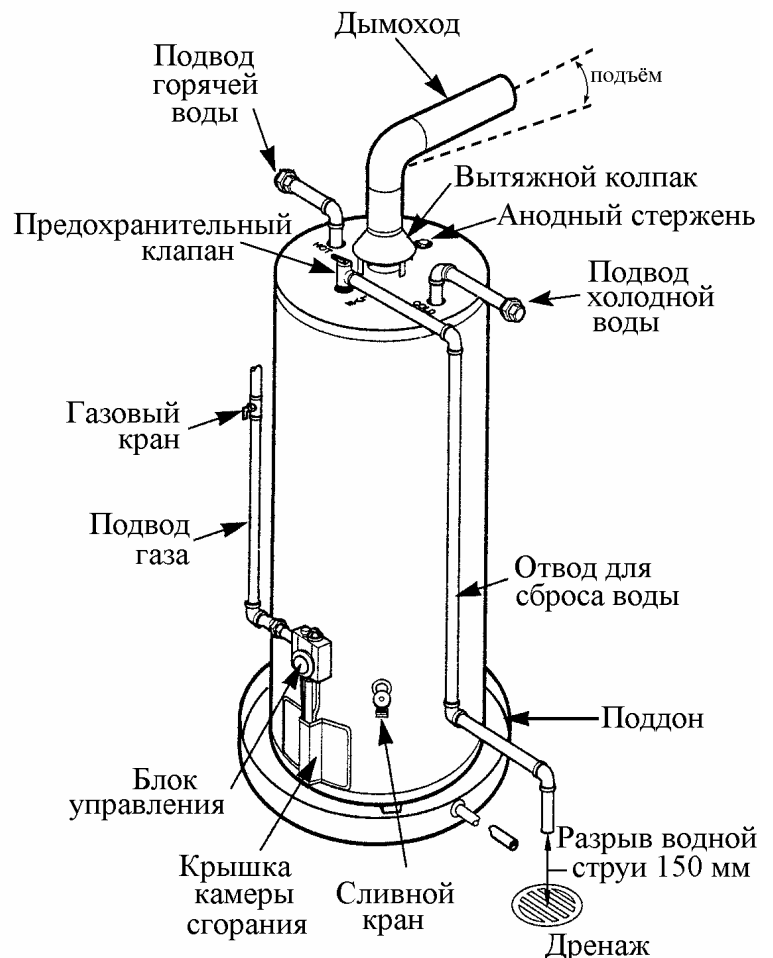

Рис.2
Подключение к газовой трубе сделайте, как показано на схеме на рис. 2. Используйте только новые трубы с резьбой не имеющей вмятин, срезов и других повреждений. Компаунды (герметизирующие средства) используемые в резьбовых соединениях газопровода, должны быть устойчивы к воздействию природного и сжиженного газа и разрешены к применению. Рабочее давление в газовой системе, подводимой к прибору, не должно превышать давление, указанное на табличке прикрепленной к корпусу устройства - 355 мм вод.ст. для природного газа.
4. Подождите пять (5) минут, чтобы проверить утечку газа. Если вы почувствовали запах газа **ОСТАНОВИТЕСЬ!**, вернитесь к пункту "В" раздела безопасности. Если запаха газа нет, переходите к следующему шагу.
5. Удалите крышку топочной камеры см. Рис.2. Сдвиньте внутреннюю крышку вправо.